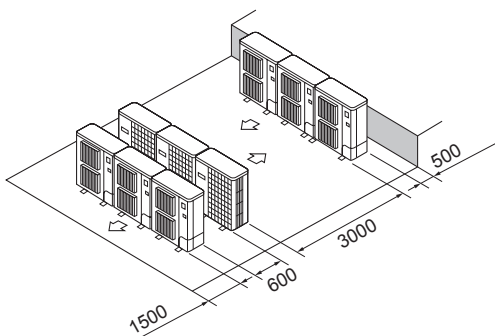

Fig. 2-17
- ⑥ Postavljanje više jedinica paralelno (Fig. 2-17)